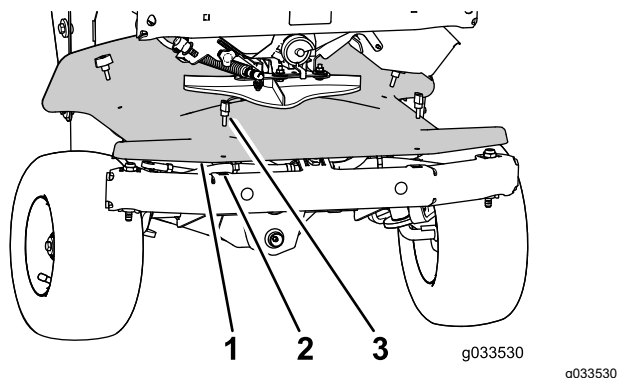

Figura 29
3. Retire los cuatro tornillos de orejeta que sujetan la tapa delantera (debajo del impulsor) al chasis y retire la tapa (Figura 29).